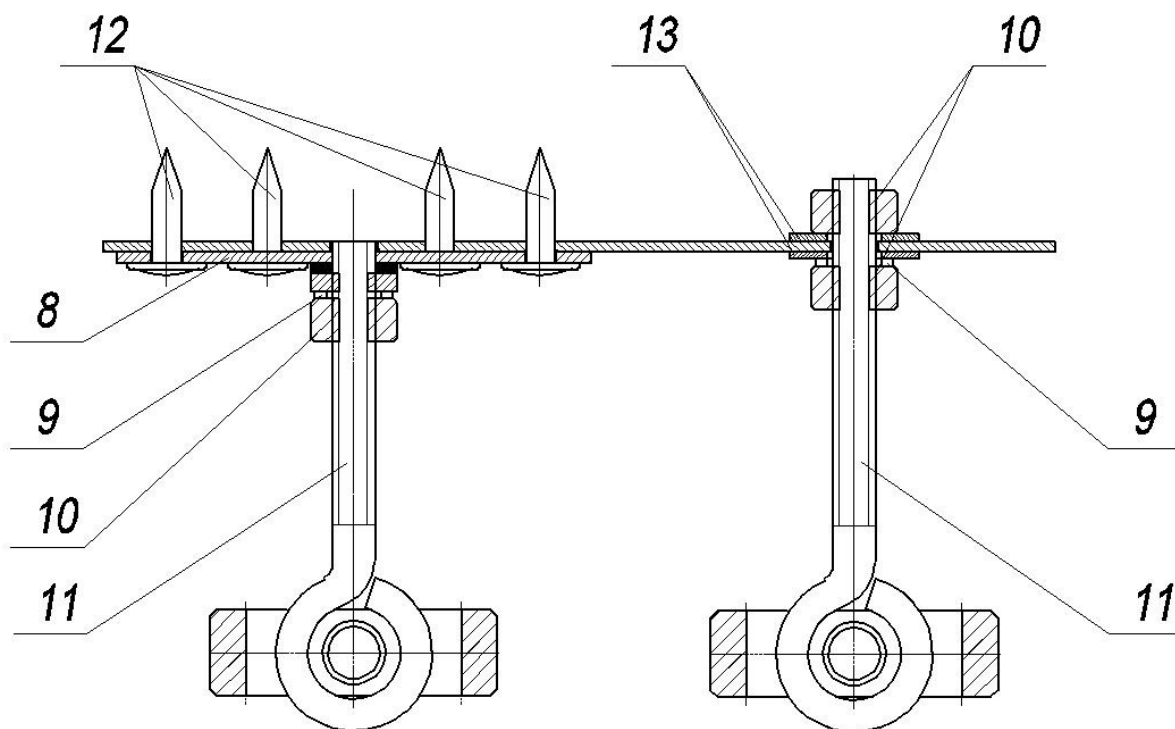

рис.2
- 6. установить кронштейн на капоте автомобиля, выбрав один из способов установки рис.2.